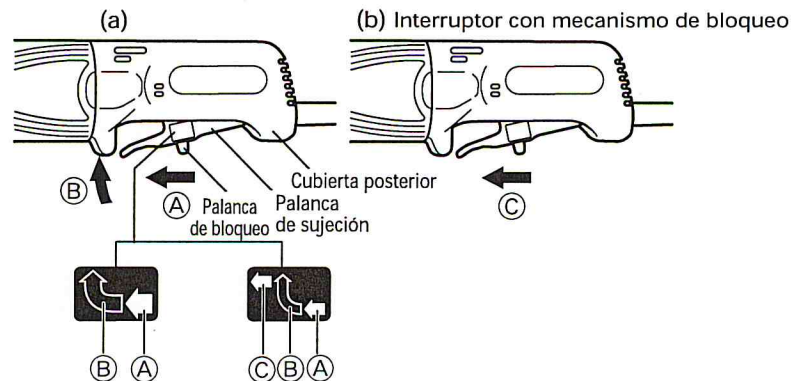

Fig. 3
ON: Para poner la máquina en funcionamiento, deslice la palanca de bloqueo (A) y después la palanca de sujeción en el sentido de (B) como se muestra en la Fig 3-a. Además, deslice la palanca de bloqueo en el sentido de (C) como se muestra en la Fig.3-b manteniendo presionada la palanca de sujeción para permitir la operación continua.
OFF: Para desactivar el modo de bloqueo, presione la palanca de sujeción en el sentido de (B), como se indica en la Fig.3-a, y suéltela a fin de parar la máquina.